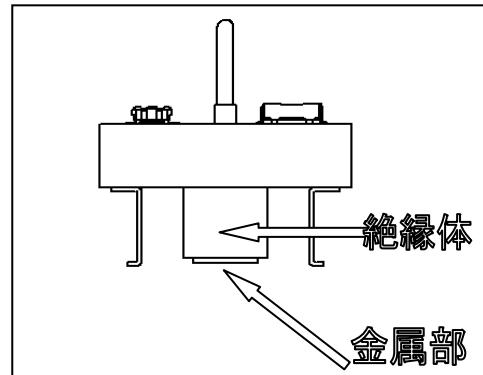

図2-4 TC突起図
(2)TCの底面の中央に円形の突起(図2-4)が有ります。この円柱の中心部はGND接続用の金属部